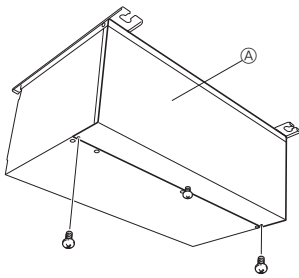

Fig. 9-1
1. Fjern skruerne i dækslet. (Fig. 9-1)